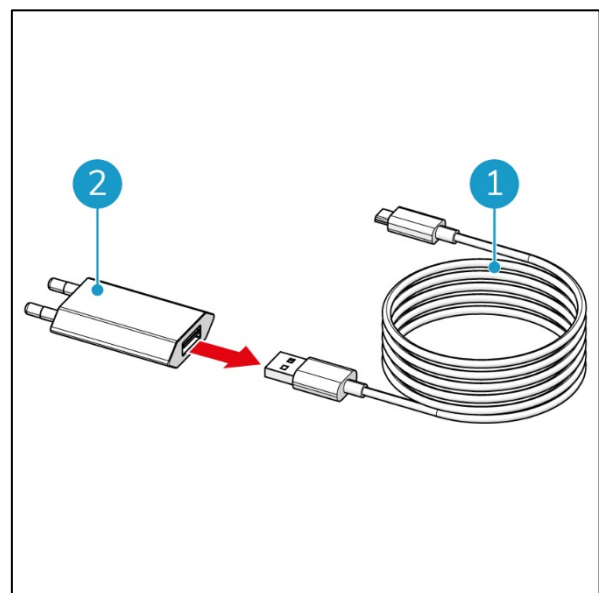

Figura 5
1. Conecta el cargador USB (Figura 5, pos. 2) al cable USB (Figura 5, pos. 1).